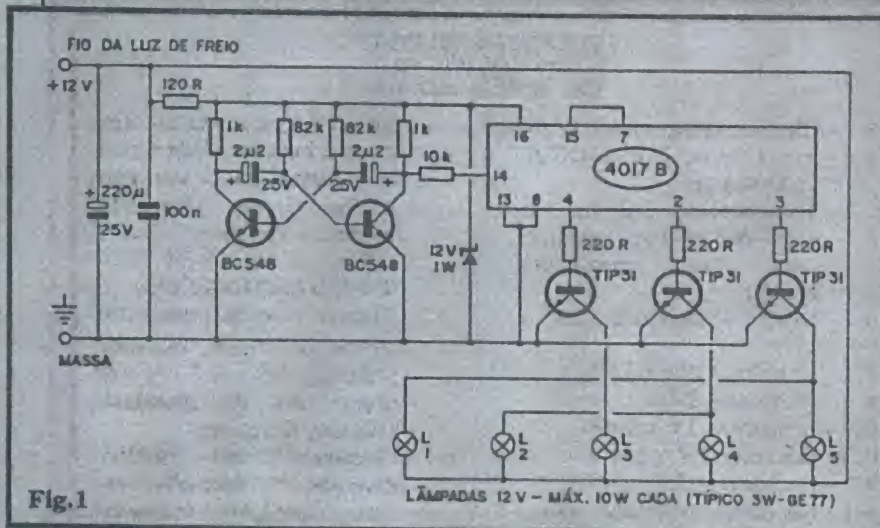

Fig.1
- FIG. 1 - O CIRCUITO - O diagrama esquemático da parte eletrônica da LUFSSMA mostra que um bom aproveitamento das potencialidades de componentes eletrônicos comuns e baratos, pode resultar num efetivo conjunto, sem grandes complicações...! No "coração" lógico do sistema, temos um conhecido Integrado C.MOS 4017 (contador de década) controlando através das suas três primeiras saídas sequenciais (respectivamente pinos 3-2-4...) uma trinca de transistores de Potência, TIP31 (via resistores de base no valor de 220R). As cinco lâmpadas (cada uma funcionando nominalmente em 12 VCC, sob uma Potência máxima de 10W - com 3W sendo um parâmetro nominal bastante aceitável...) estão arranjadas fisicamente em linha, porém eletricamente ligadas de modo que, o coletor do primeiro TIP31 controla as de nº 1 e 5, segundo TIP31 aciona as de nº 2 e 4, finalmente o terceiro transistor